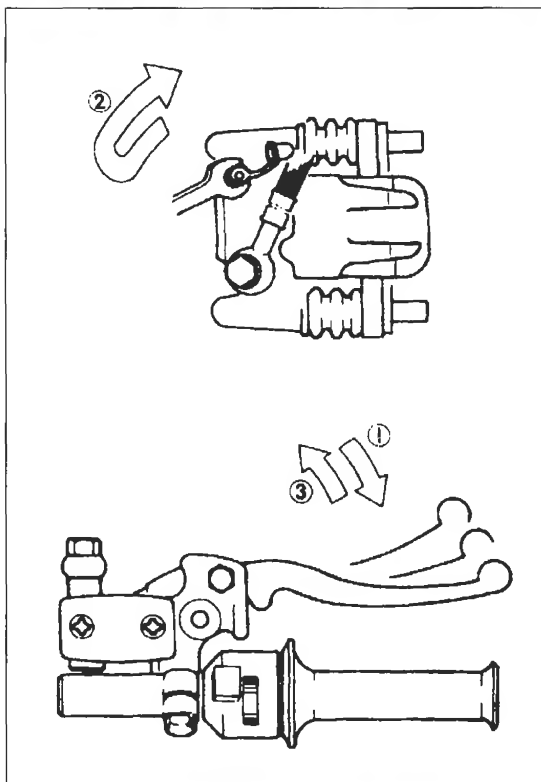

Bild 46
- Hebel anziehen und Entlüftungsventil mit $\frac{1}{4}$ bis $\frac{1}{2}$ Umdrehung öffnen und sofort wieder schließen (Bild 46). Hebel bzw. Pedal wieder freigeben.